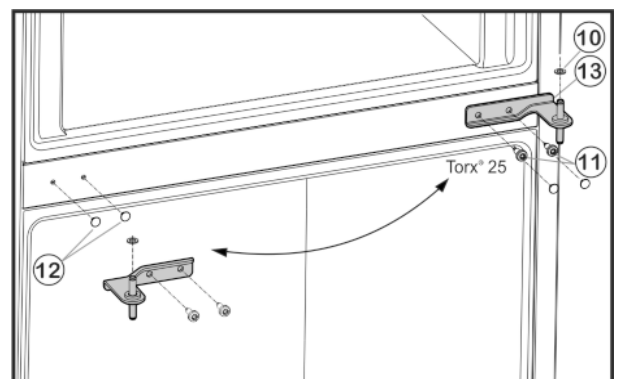

Fig. 5
- ▶ Аккуратно снимите крышки Fig. 5 (12) и вставьте их на противоположной стороне.